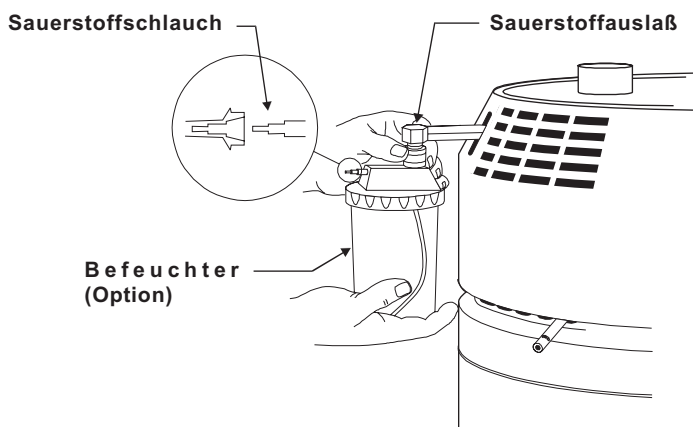

Abbildung 5 - Vorbereitung der Versorgungseinheit als direkte O₂-Quelle
1. Wenn ein *Befeuchter* benutzt wird, muß dieser bis zu der in der Bedienungsleitung des Befeuchters angegebenen Höhe mit destilliertem Wasser gefüllt werden. Schließen Sie den *Befeuchter* an den *Sauerstoffauslaß* der Versorgungseinheit an. (Abbildung 5).